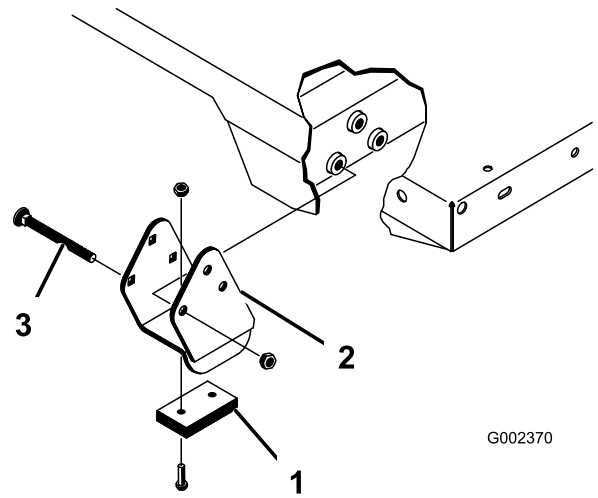

Figure 25
Les supports entretoises et les cales d'usure (Figure 25) doivent être montés avec les têtes des boulons à l'intérieur de la machine.
2. Placez le plateau sur le cadre de la machine avec précaution et en alignant les trous des plaques de pivot arrière sur ceux du profilé arrière du cadre. Installez ensuite 2 axes et goupilles à anneau (Figure 25).
4. Insérez l'axe par l'extérieur du plateau, la goupille à anneau étant dirigée vers l'extérieur (Figure 25).